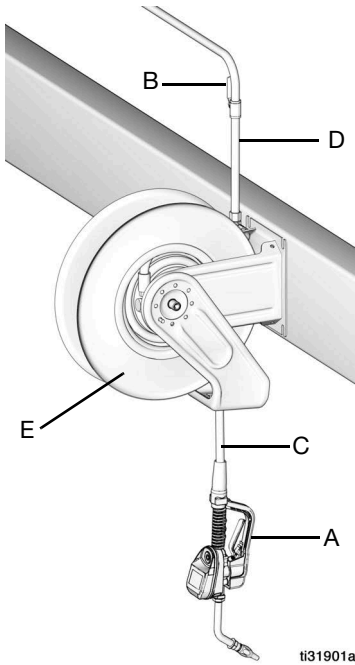

FIG. 6
L'installazione illustrata in FIG. 6 serve solo come guida. Non rappresenta uno schema completo del sistema. Contattare il distributore Graco per l'assistenza tecnica per progettare un sistema adatto alle proprie necessità.
2. Chiudere la valvola di chiusura (B), vedere FIG. 6, pagina 9).
1. Chiudere la valvola di chiusura del fluido (B), vedere FIG. 6, pagina 9 in ciascuna posizione di erogazione.
4. Aprire lentamente la valvola di chiusura del fluido (B) nella posizione di erogazione. Lasciar fuoriuscire un quantitativo d'olio sufficiente a garantire che l'intero impianto sia pulito; quindi chiudere la valvola.